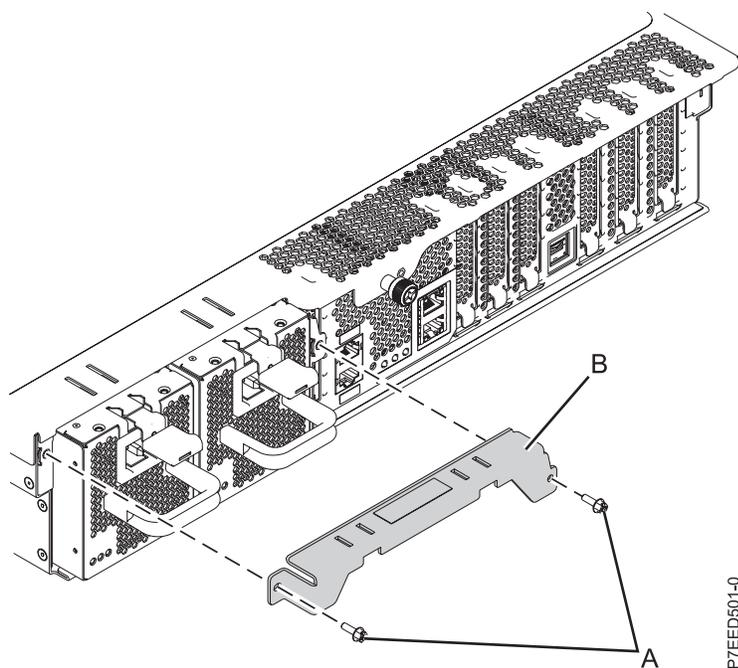

Figura 20. Extracción de la abrazadera de transporte
1. Extraiga la pieza de sujeción de envío de la fuente de alimentación (si está presente), como se muestra en la Figura 20. Asegúrese de que las fuentes de alimentación se han recolocado.